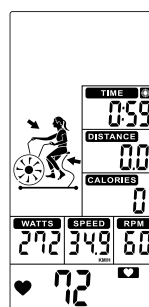

Figure 40
- ③ Der voreingestellte Zeitwert zählt abwärts, die Werte für DISTANZ, KALORIEN, WATTEN, SPEED und RPM beginnen aufwärts zu zählen. (Abbildung 40)
- ④ Drücken Sie die START-Taste einmal, um in den PAUSE-Modus zu gelangen. Der Summer ertönt innerhalb von 30 Sekunden für 0,5 Sekunden. Alle Werte werden auf dem LCD-Display angezeigt und blinken alle 2 Sekunden. Wenn Sie das Training für 5 Minuten unterbrechen, ertönt der Summer 2 Sekunden lang und Sie gelangen in den Aufwachmodus. Drücken Sie START, um das Training fortzusetzen.
- ⑤ Keine Signaleingänge für 30s, Summer ertönt 1 kurzer Piepton und Übergang in den Wake-up-Modus.
- ③ Preset TIME value counts down, DISTANCE, CALORIES, WATTS, SPEED, RPM start to count up. (Figure 40)
- ④ Press START button once enter into PAUSE mode, Buzzer will sound for 0.5s per second within 30s. All values are displaying on LCD and flashing in every 2s. If continue to stop training for 5 minutes, buzzer sounds 2s and enter to Wake-up mode. Press START to resume workout.
- ⑤ No signal inputs for 30s, buzzer sounds 1 short beep and enter to Wake-up mode.